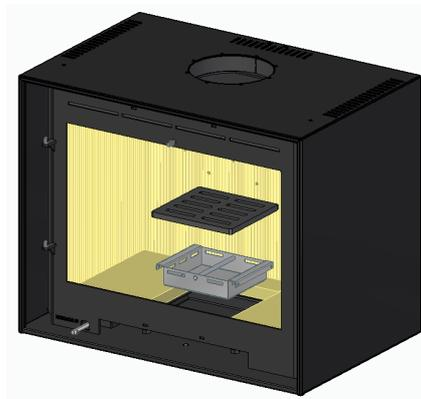

Figura 21 – Remoção do fundo em vermiculite
2. Remova a grelha de cinzas assim como a gaveta de cinzas que está por baixo da grelha, ver Figura 21.